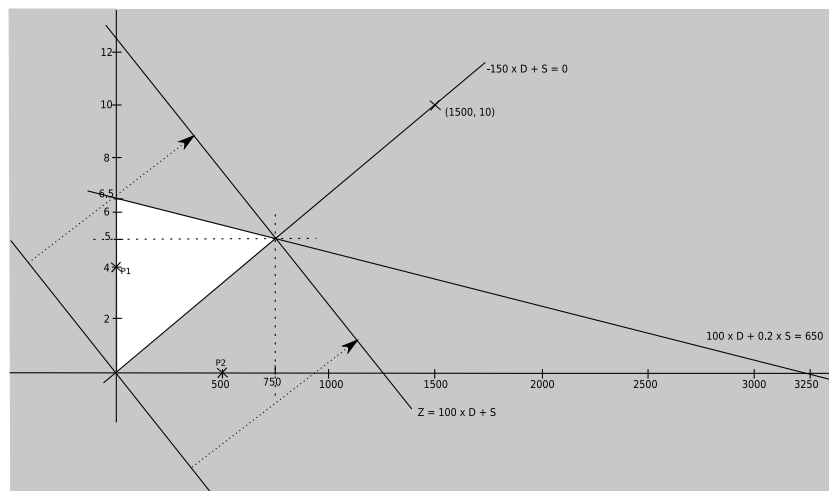

FIG. 2.32 – Résolution géométrique
Pour délimiter le domaine des solutions admissible (voir figure 2.32) :
- on trace la droite $-150 \times D + S = 0$. Elle divise notre plan en deux. D'un côté il y a des valeurs admissibles et de l'autre des valeurs qui ne répond pas à la contrainte (il faut que $-150 \times D + S \leq 0$). Ici comme il y a un nombre négatif dans les facteurs, la logique de dire «inférieur veut dire en dessous de la droite» ne tient pas. Pour trouver de quel côté de cette droite se trouvent les valeurs admissibles, il suffit de tester un point de chaque côté. On calcule par exemple la valeur pour le point P1 ($S = 0$ et $D = 4$, donc $-150 \times D + S = -600$). On obtient -600 qui est bien inférieur ou égal à 0, donc ce point est acceptable. Par contre pour le point P2 ($S = 500$ et $D = 0$ donc $-150 \times D + S = 500$), la valeur obtenue 500, prouve que ce point n'est pas admissible. Donc sur le graphe de la figure 2.32, le domaine admissible des solutions se trouve au dessus de la droite $-150 \times D + S = 0$.